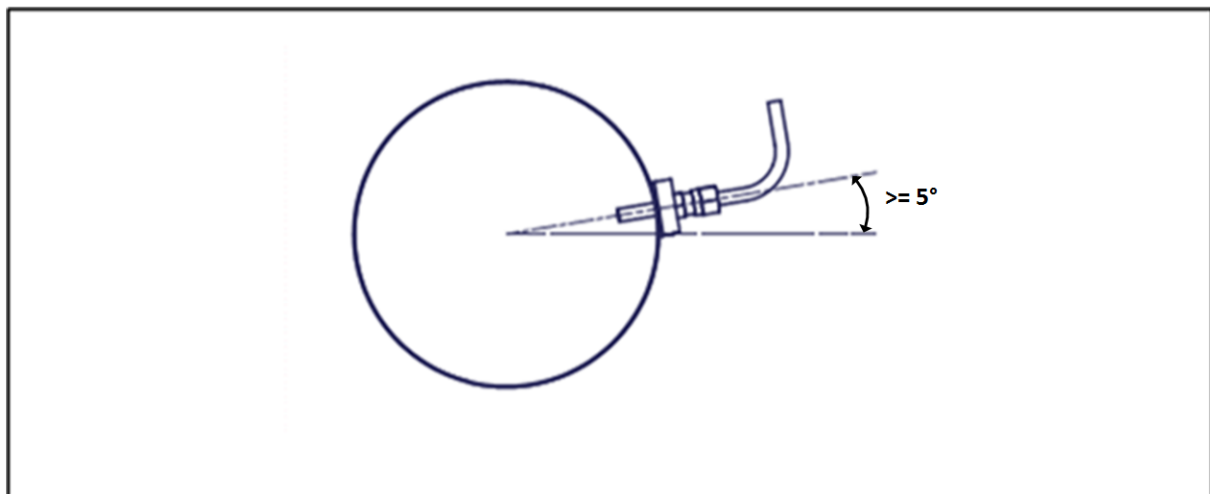

Abbildung 5: Montage der Messsonde bei horizontalen Abgasrohren
Die CFC10 und der Differenzdrucksensor (DPT-A) werden im Kesselraum montiert. Bei den mehrfachbelegten Abgassystemen sollte die Messsonde (MP) zwischen der letzten Feuerstätte und Rauchsauger bzw. möglichst nah zu dem Rauchsauger im Abgasrohr oder in der Sammelleitung der Abgasanlage installiert werden. Die Messsonde (MP) wird durch den Silikon-Schlauch mit dem Differenzdrucksensor verbunden und liegt unterhalb der Montagestelle des Differenzdrucksensors. **Bei der Montage an vertikalen Abgasrohren bitte die Pfeilrichtung auf der Messsonde beachten. Bei horizontalen Abgasrohren soll die Messsonde wie in der Abb.5 dargestellt mit einem minimalen 5% Winkel montiert werden.** Schläuche dürfen beim Anschließen und Verlegen nicht geknickt oder beschädigt werden. Undichte Schläuche und Schlauchanschlüsse verursachen Funktionsstörungen der Regelung.